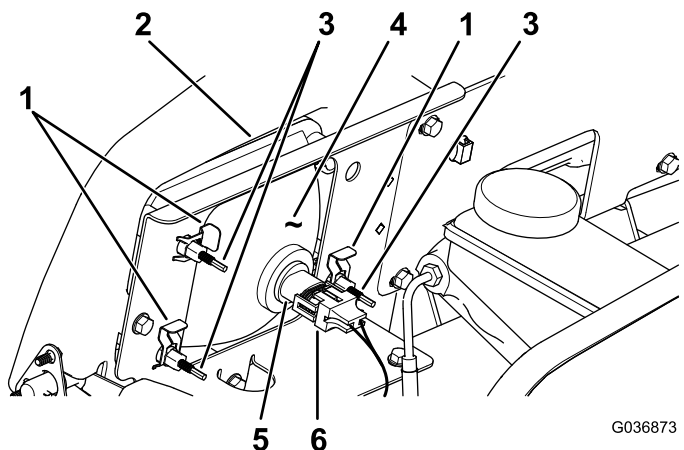

Figura 52
3. Desligue o conector elétrico para a cablagem do conector do conjunto da lâmpada (Figura 52).
4. Retire os cliques $\frac{1}{2}$ pidos que fixam o farol ao respectivo suporte (Figura 52).
5. Retire o conjunto do farol movendo-o para a frente através da abertura no pī 1/2ra-choques dianteiro (Figura 52).
6. Instale o novo farol através da abertura no pī 1/2ra-choques (Figura 52).
8. Ligue o conector elétrico para a cablagem ao conector do conjunto da lâmpada (Figura 52).
2. Na parte traseira do conjunto de faróis, rode os parafusos de ajuste (Figura 52) para inclinar o conjunto dos faróis e alinhar a posição do feixe.